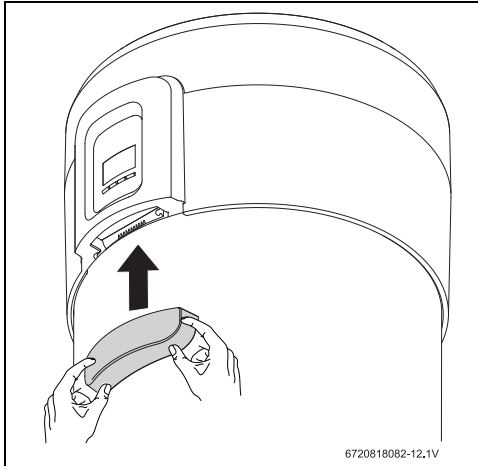

Bild 14 Kleine Abdeckung anbringen
- ▶ Die kleine Abdeckung entsprechend Abb. 14 anbringen.